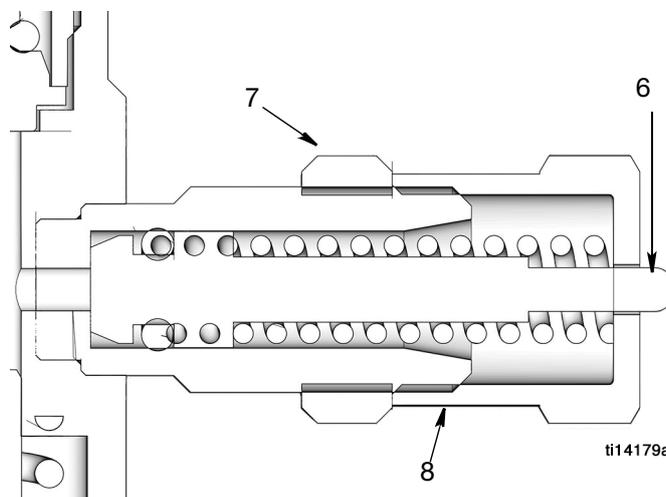

Рис. 1
Справочные номера относятся к деталям (Рис. 1 и стр. 4).
<p>Чтобы предотвратить выход из строя компонентов, регулировочная гайка (8) не должна выходить за пределы полностью втянутой позиции плунжера (6). См. Рис. 1.</p>